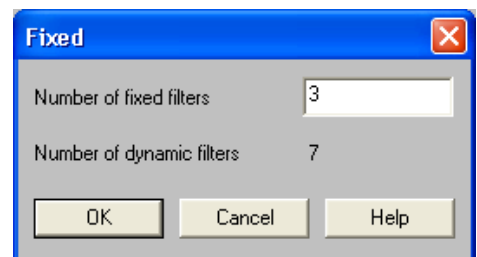

ABBILDUNG 7-11: Dialogfeld "Fixed" (Fest)
2. Das Dialogfeld "Fixed" wird eingeblendet (siehe Abb. 7-11 rechts).